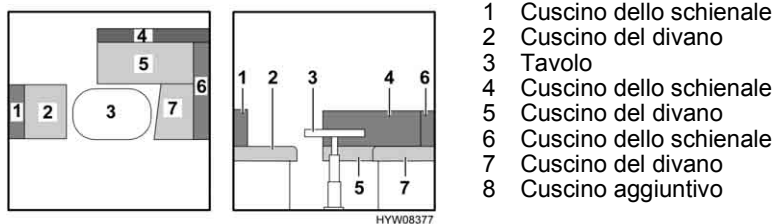

Fig. 41 Prima della trasformazione
- Trasformare il tavolo (Fig. 41,3) in struttura di supporto letto (vedi paragrafo 6.8).